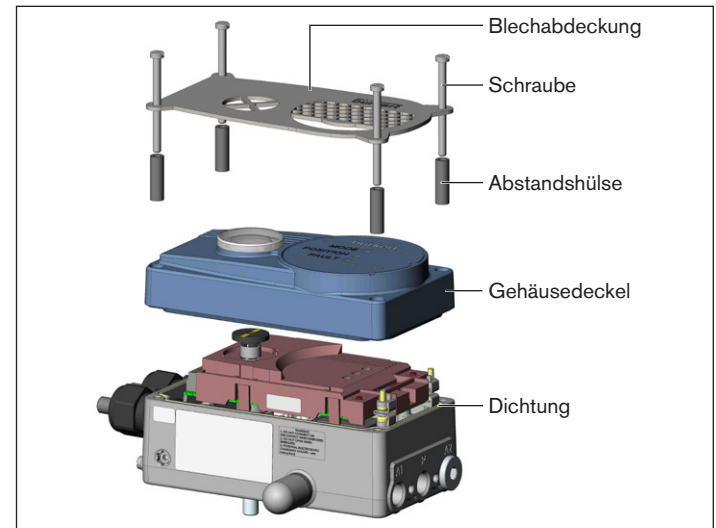

Bild 4: Montage/Demontage von Blechabdeckung und Gehäusedeckel am Beispiel Typ 8791
- Blechabdeckung mit Schrauben und Abstandshülsen aufsetzen (siehe „Bild 4“).